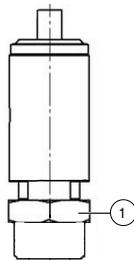
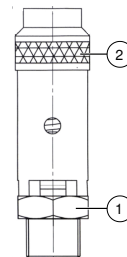

Abb. 15: Sicherheitsventil 1/4"-Anschluss
Abb. 16: Sicherheitsventil 1/2"-Anschluss
2. Öffnen Sie für wenige Sekunden das Sicherheitsventil durch Drehen der Rändelmutter (Abb. 16 auf Seite 42) gegen den Uhrzeigersinn. Während dieses Vorgangs öffnet sich der Verschluss des Sicherheitsventils, wodurch Luft entweichen muss.
1. Setzen Sie an der Schlüssel­fläche einen Gabelschlüssel an (Abb. 15 und Abb. 16 auf Seite 42) und schrauben Sie das Sicherheitsventil gegen den Uhrzeigersinn heraus.